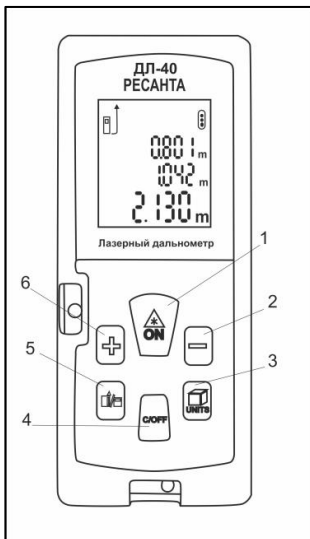

Рис. 1 Дальномер
По умолчанию измерения ведутся от задней кромки устройства. Для изменения точки начала измерений нажимайте кнопку №5 (Рис. 1).
Для удаления с экрана отображаемого измерения нажмите кнопку №4 (Рис. 1).
По умолчанию измерения ведутся в метрах. Вы можете изменить единицы измерения путем длительного нажатия на кнопку №3 (Рис. 1).
3. Включите устройство, нажав на кнопку №4 (Рис. 1).
При включенном устройстве нажмите кнопку №1 (Рис.1) для проведения измерения расстояния до точки. Измеренное расстояние отобразится на дисплее.
Нажмите и удерживайте кнопку №1 (Рис. 1), для включения режима
Нажмите кнопку №3 (Рис.1) для изменения режима вычисления. Выберите нужный режим исходя из пиктограммы на дисплее.
1) Результаты измерений сохраняются автоматически. Для просмотра сохраненных измерений нажмите и удерживайте кнопку №5 (Рис. 1) до появления соответствующей пиктограммы на дисплее.